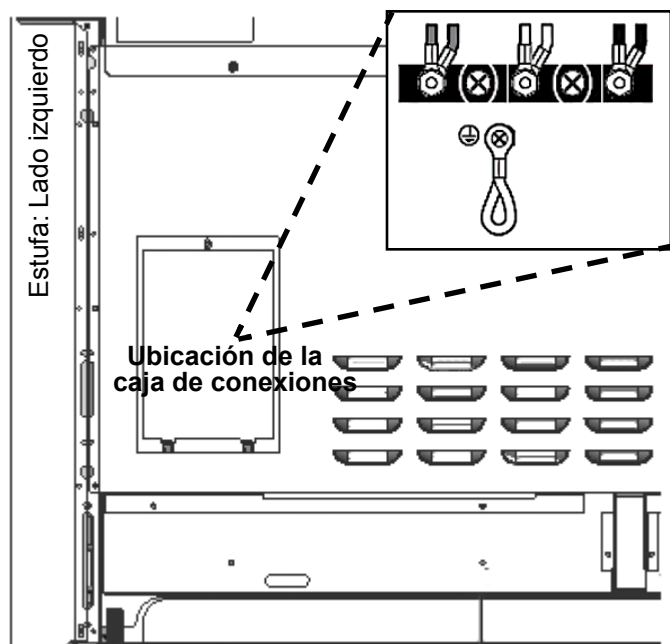
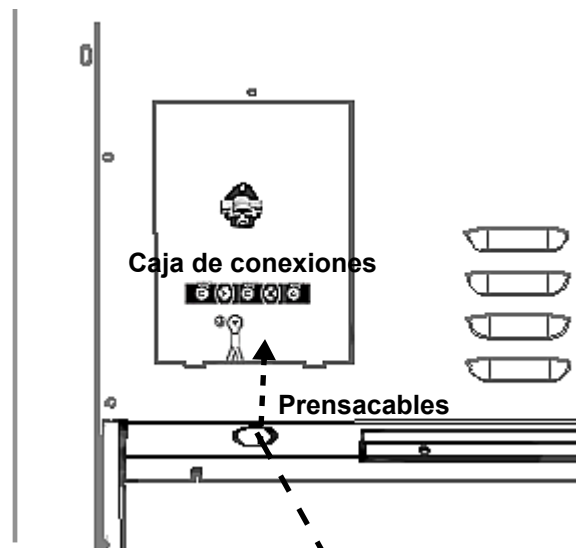

Figura 15: Ubicación de la caja de conexiones
Figura 16: Ubicación del prensacables
Se pueden conectar los aparatos directamente a la fuente de alimentación. El instalador debe suministrar un conducto flexible de aluminio aprobado, de un tamaño comercial de 3/4 pulg. (19 mm), de una longitud máxima de 6 pies (1,8 metro). Localice la caja de conexiones en la parte trasera del aparato y quite la cubierta (consulte la *Figura 15*). Se debe fijar el conducto a la caja de conexiones utilizando un conector de conducto aprobado. Se debe conectar la extremidad libre del conector de conducto a una caja de conexiones instalado en la zona de alimentación eléctrica, como se muestra en la *Figura 3*.
Instale un prensacables (no incluido) en el orificio de 1 pulg. (25,4 mm) de diámetro situado debajo de la caja de conexiones (vea la *Figura 16*). El cableado del aparato debe llegar hasta la caja de conexiones mediante el conducto, pasando a través del prensacables. Las extremidades de los cables deben tener fijadas lengüetas cerradas de 1/4 pulg., preferentemente soldadas en su lugar. Realice las conexiones a la caja de conexiones incluida (vea la *Figura 15*).
2. Instale el prensacables (no incluido con la estufa) en el orificio de 1 pulg. (6 mm) de diámetro situado en el panel trasero, debajo de la caja de conexiones (vea la *Figura 16*). Pase los cables por el prensacables.